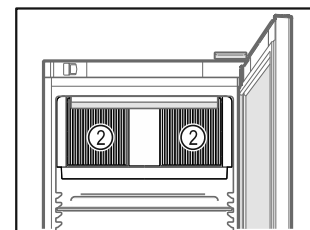

Fig. 61
- ❑ Udržiavajte voľné vetracie štrbiny Fig. 61 (2) cirkulačného ventilátora vo vnútornom priestore.